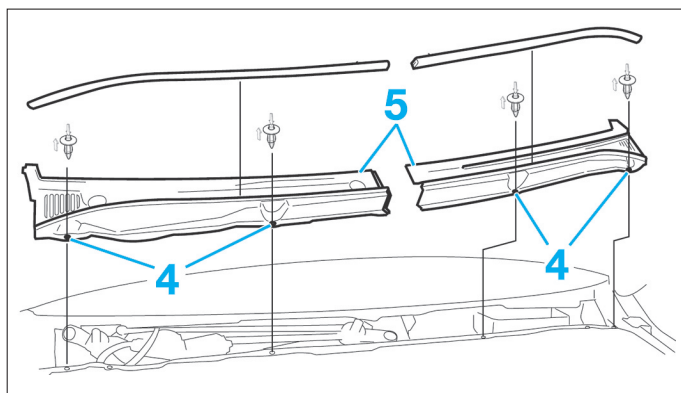

FIG. 14
- Déposer les agrafes (4) de fixation de la grille d'auvent (5) puis la déposer (Fig. 14).